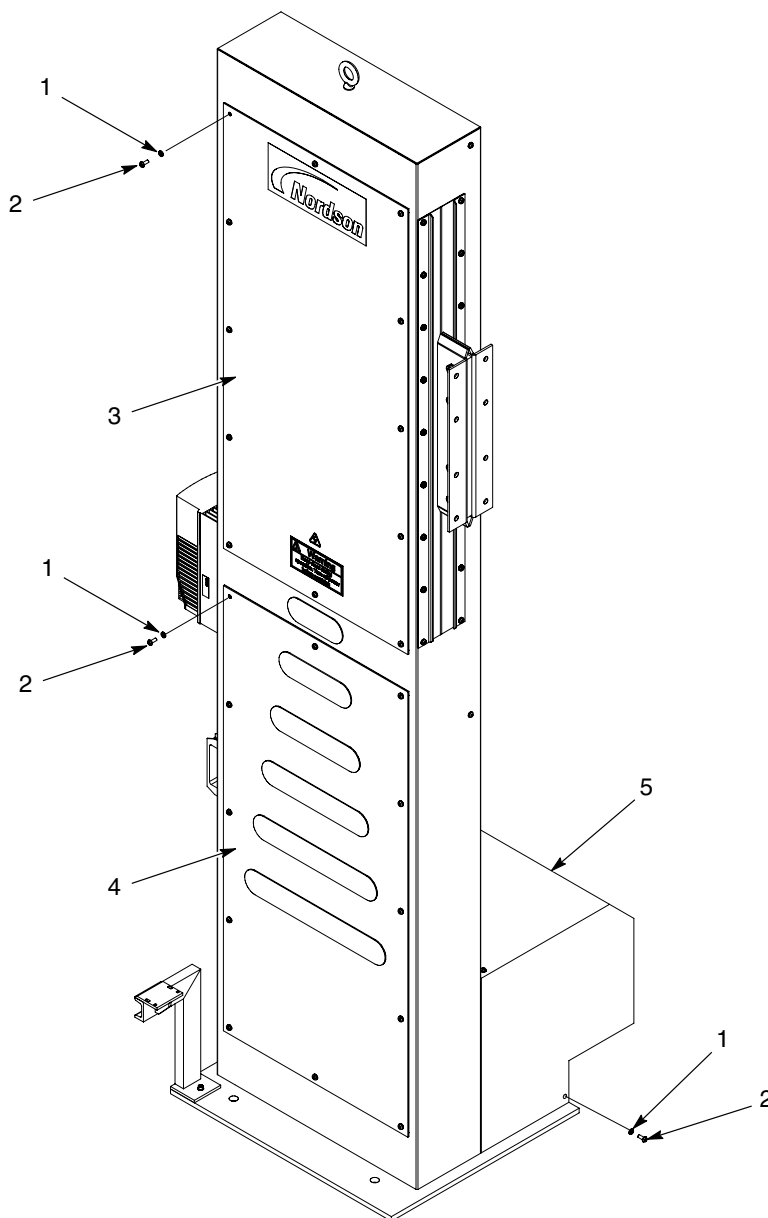

Figura 11 Remoção das tampas
1. Consulte a figura 11. Remova os parafusos (2) e anilhas de segurança (1) do painel aplicável (3, 4) ou da tampa do moto-reductor (5) para aceder a uma peça do oscilador.